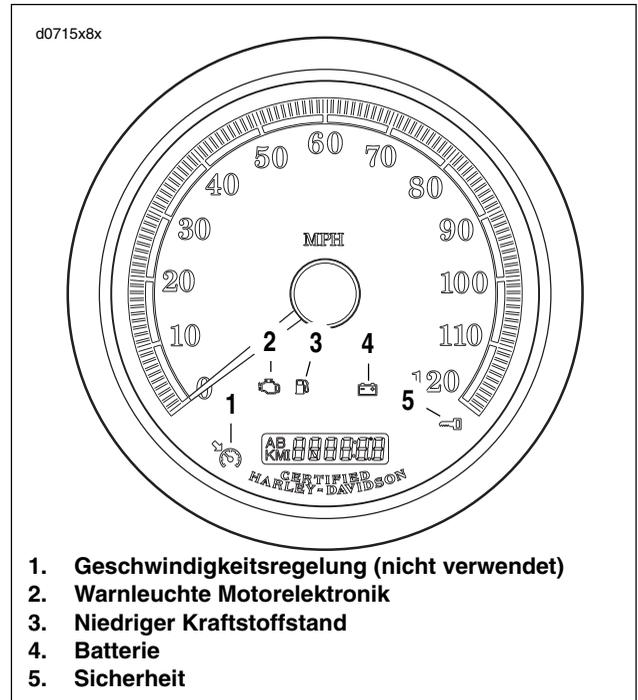

Abbildung 3-12. Tachometer
- Zur schnellen Prüfung einer Tachometerfunktion kann eine „Wow“-Prüfung durchgeführt werden. Den Kilometerzähler-Rückstellschalter drücken und gedrückt halten, dann den Zündschalter EINSCHALTEN. Rückstellschalter loslassen. Siehe Abbildung 3-12. Hintergrundbeleuchtung sollte aufleuchten, Drehzahlmessernadel sollte über den gesamten Bewegungsbereich ausschlagen und Kontrollleuchten (Batterie, Sicherheit, niedriger Kraftstoffstand [Modelle mit elektronischer Kraftstoffeinspritzung] Motorelektronik und Geschwindigkeitsregelung) sollten aufleuchten. Einige Leuchten können aufleuchten, obwohl sie nicht zutreffend für das Fahrzeug sind. Beispielsweise kann die Geschwindigkeitsregelungsleuchte aufleuchten, obwohl diese Funktion nicht bei allen Softtail-Modellen vorhanden ist.